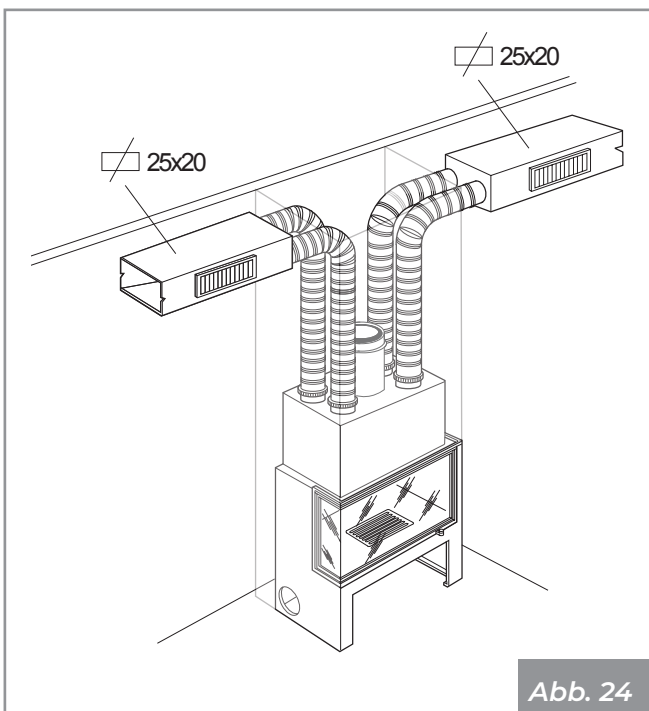

Abb. 24
- Glattes Metallrohr - Länge bis 14 m auf doppeltem Kanal (Abb. 24).